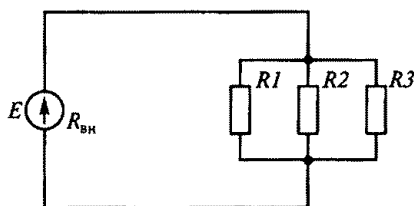

Рис. 12
1.26. Какое соединение резисторов $R1...R3$ представлено на рис. 12?